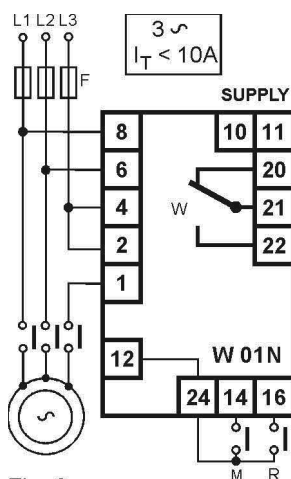

Fig. 8
Seguire lo schema di fig.8
Follow diagram of fig.8
a) Se I_t è minore di 10A si può usare l'inserzione diretta (v. schemi di fig.8 e 10.)
Tensione motore 400Vac, $I_t=3,5A$ (fig.8).
a) If I_p is lower than 10A the device is by direct insertion connected (fig.8 and 10)